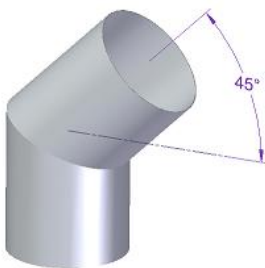
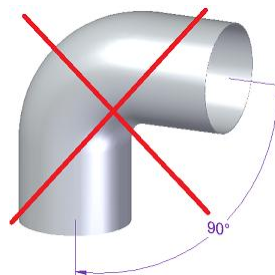

Figura 1 - Inclinação correta para as curvas
Figura 2 - Inclinação incorreta para as curvas
* Nas condições nominais de operação, a tiragem dos gases de combustão deve originar uma depressão de 12 Pa um metro acima do gargalo da chaminé. Para conseguir uma boa instalação deverão ser aplicados, verticalmente, pelo menos 2 metros de tubo metálico de chaminé com o mesmo diâmetro da saída de fumos do recuperador. No seguimento desse troço é admissível a utilização de elementos de tubagem com a inclinação máxima de 45°. As Figura 1 e Figura 2 mostram a inclinação correta e incorreta no caso de necessitar instalar uma curva, respetivamente;